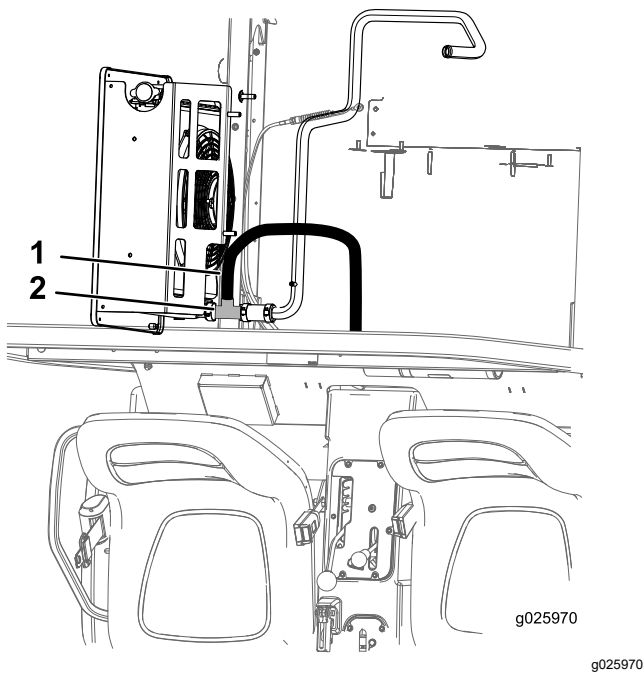

Bild 10
4. Schneiden Sie den unteren Kühlerschlauch ab und befestigen Sie das T-Anschlussstück mit zwei großen Schlauchklemmen an jedem abgeschnittenen Ende des unteren Kühlerschlauchs (Bild 10).